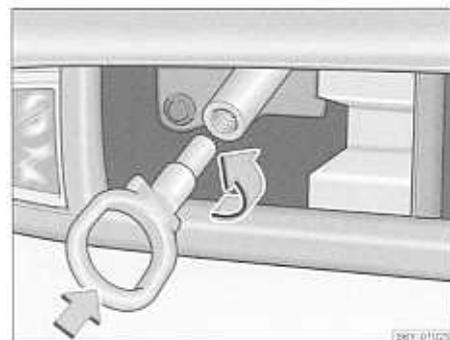

Fig. 149 Parachoques delantero: Montaje de la argolla de remolque
- Enroscar la argolla de remolque a mano girándola hacia la izquierda hasta el tope → página 214, fig. 149 y apretarla con la llave para tornillos (introducir la llave a través de la argolla).